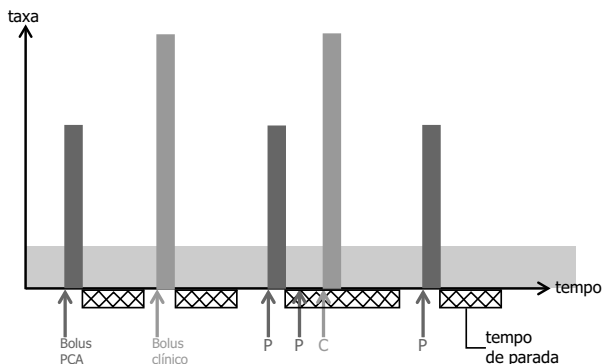

Figura 4.3: Modo Bolus PCA + infusão contínua
- Bolus PCA + taxa contínua, consulte a Figura 4.3, página 26